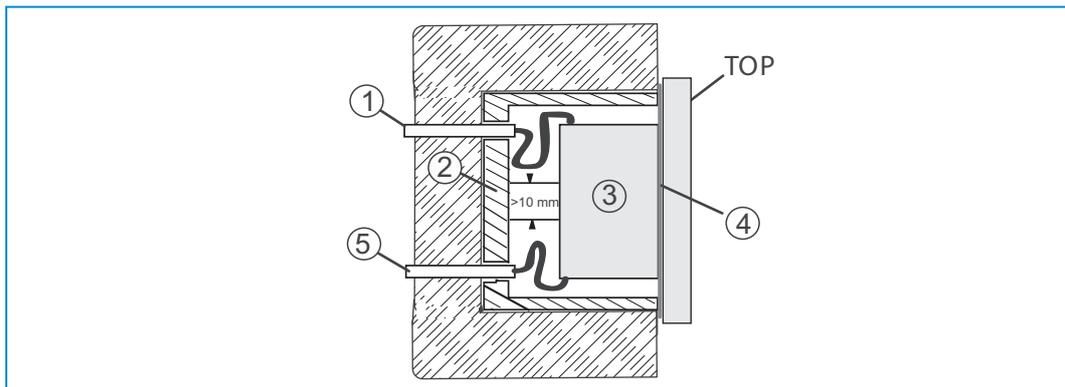

Fig. 6: circuitos de corrente SELV
- » Observar que deve haver uma separação de espaço (> 10 mm) dos circuitos de corrente SELV com os outros circuitos de corrente (ver Fig. 6).